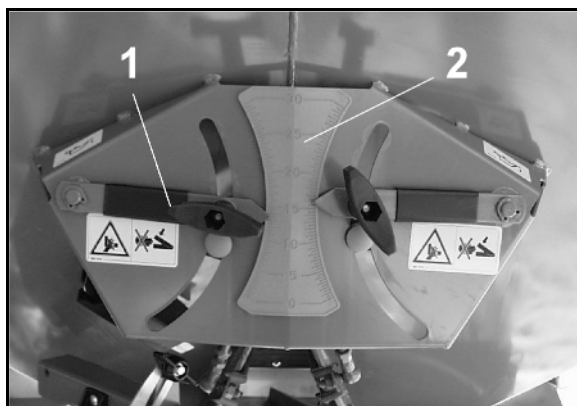
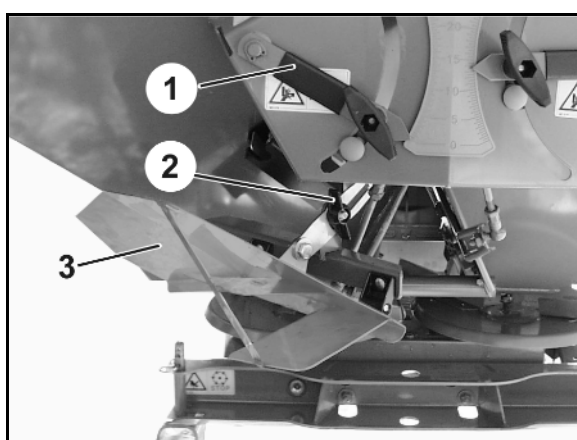

Fig. 85
Fig. 86
- Lukk venstre spjeld (Fig. 85/1).
2. Løsne vingemutrene (Fig. 85/2).
3. Grensespredningsskjermen (Fig. 85/3) svinges nedover fra hvilestilling til driftstilling (Fig. 86).
4. Trekk til vingemutrene (Fig. 85/2).